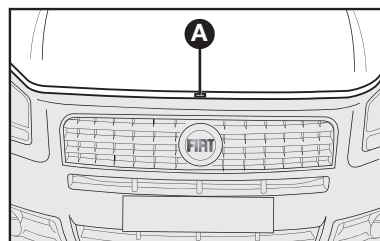

fig. 122
- 2) Mover a trava localizada sob o capô para cima **A**-fig. 122;